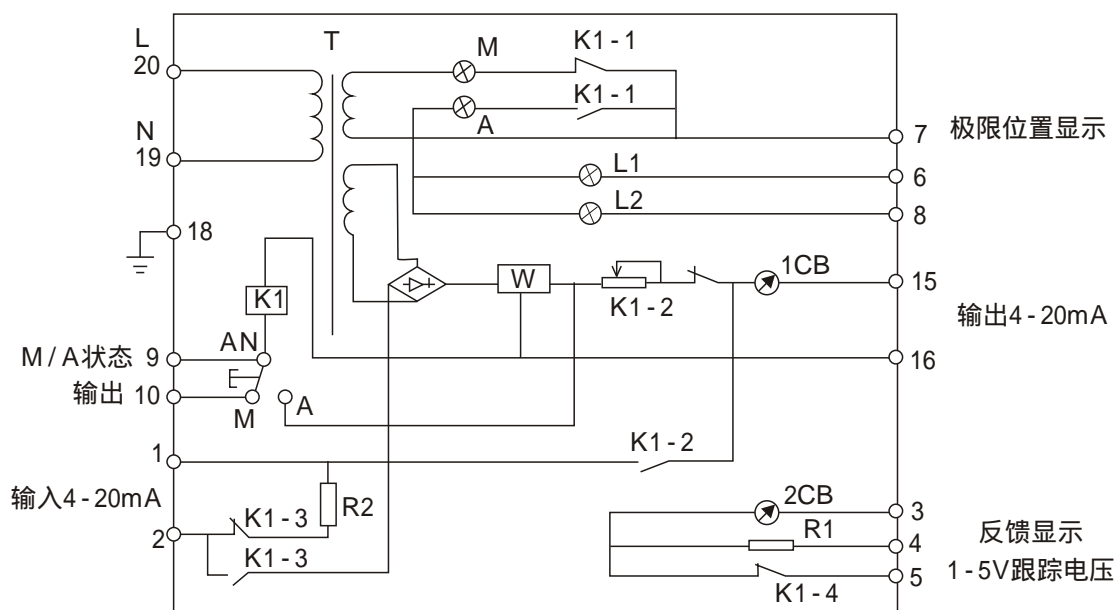

图1
3.3.1 电原理图见图1，AN按钮可完成两种工作状态，即“手动” $\longleftrightarrow$ “自动”两种状态的转换，当按钮AN处于手动状态时，该状态指示灯亮。这时旋转电位器旋钮即可控制电动执行机构的正、反转。当执行机构转到极限位置时，上、下限位指示灯发光，以显示执行机构的位置状态。当手动状态时，该操作器对外提供手动状态即9与10短路，及4与5端子对外输出1--5V以实现无扰动切换。当AN按钮处于自动状态时，该状态指示灯亮。此时执行机构可直接受调节器控制，实现系统自动调节。